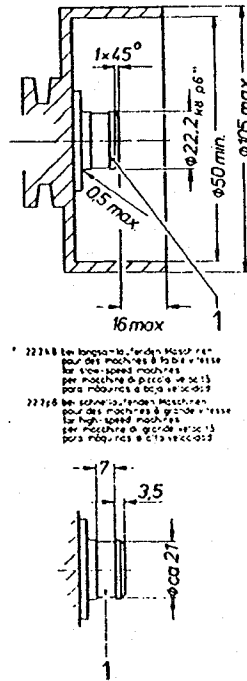

Abb. 3 [KL1316]
VARIOSTOP-Positionsgeber zum Anbau am Nähmaschinen-Handrad entsprechen in ihren Anbaumaßen DIN 42705. Zur Montage an der Nähmaschine ist ein Handrad bzw. eine Maschinenwelle mit Aufnahmestutzen (1) entsprechend Abb. 3 erforderlich. Es wird empfohlen, am Aufnahmestutzen eine Ringnut vorzusehen, damit die Oberfläche des Stutzens nicht durch die Gewindestifte (2) beschädigt wird. An zweckmäßiger Stelle des Nähmaschinen-Oberteiles eine Arretiervorrichtung (3) befestigen (Stift o. ä.). Abmessungen entsprechend Abb. 3. Gummihülse (4) auf Arretiervorrichtung (3) stecken. Positionsgeber so aufsetzen, daß die Arretiervorrichtung in die dafür vorgesehene Nut des Positionsgebers greift. Stecker (5) mit Zuleitung (6) an passender Stelle durch die Tischplatte (7) führen und Bohrung mit Tülle (8) abdecken.
Nach Lösen der Schraube (9) Positionsgeberhaube (10) abnehmen (Abb. 3). Maschine von Hand in die erste Funktionsstellung drehen und in dieser Stellung festhalten. Steuerscheibe (1) entsprechend Abb. 4 so verdrehen,